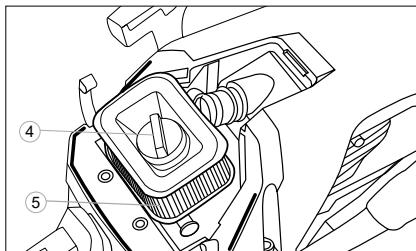

Fig. 25
2. Deșurubați piulița 4 (Fig. 25) și extrageți filtrul 5.